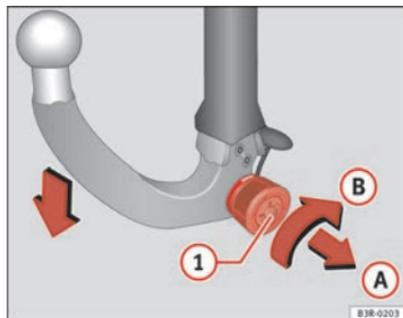
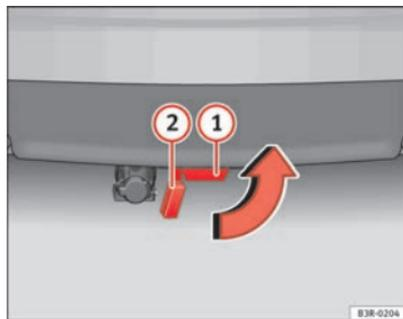

Abb. 170 Abnehmbare Anhängervorrichtung: Kugelstange abbauen
Abb. 171 Stoßfänger hinten: Verschlusspropfen einsetzen
- Stecken Sie den Schlüssel in das Schloss ① ⇒ Abb. 170 am Handrad.
- Halten Sie die Kugelstange fest und ziehen Sie das Handrad in Pfeilrichtung ① heraus.
- Drehen Sie das Handrad in gezogener Position bis zum Anschlag in Pfeilrichtung ②.
- Ziehen Sie die Kugelstange nach unten aus dem Aufnahmeschacht ① ⇒ Abb. 171 heraus. Dabei wird der Aufnahmeschacht durch die Verschlussklappe ② automatisch verschlossen.